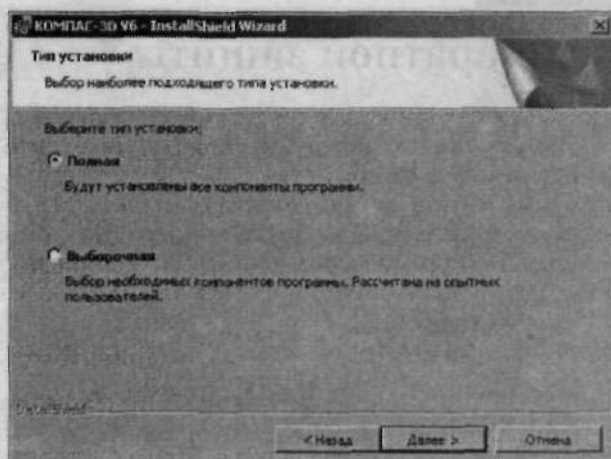

Рис. 1.1. Диалоговое окно выбора типа установки
3. Исходя из задач, которые предполагается выполнять в системе КОМПАС-3D V6, можно выбрать полную или выборочную установку (рис. 1.1).